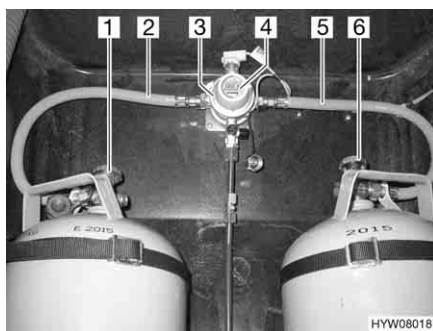
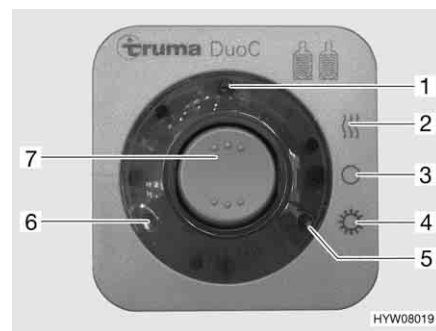

Fig. 110 Impianto di commutazione DuoControl
Fig. 111 Centralina di controllo
L'impianto di commutazione DuoControl è costituito da una valvola di commutazione (Fig. 110,3) e da una centralina di controllo (Fig. 111). La valvola di commutazione è installata tra i tubi del gas (Fig. 110,2 e 5). Con la manopola (Fig. 110,4) sulla valvola di commutazione è possibile stabilire, quale delle bombole del gas viene utilizzata come bombola in uso e quale bombola del gas viene utilizzata come bombola di riserva.
Sulla centralina di controllo (Fig. 111) possono venire azionate solo le funzioni elettriche. Le valvole principali di arresto delle bombole del gas (Fig. 110,1 e 6) devono essere aperti manualmente.
La valvola di commutazione garantisce una pressione del gas costante, indipendentemente da quale bombola provenga l'alimentazione del gas. Le due spie di controllo sulla centralina di controllo indicano il livello di riempimento della bombola in uso. Se è accesa la spia di controllo verde (Fig. 111,6), la bombola in uso è piena. Se è accesa la spia di controllo rossa (Fig. 111,5), la bombola in uso è vuota. Il rifornimento di gas avviene poi tramite la bombola di riserva.
- Aprire le valvole principali di arresto delle bombole del gas (Fig. 110,1 e 6).
- Con la manopola (Fig. 110,4) sulla valvola di commutazione (Fig. 110,3) selezionare la bombola del gas, da cui proviene la principale alimentazione del gas (bombola in uso).
- Sulla centralina di controllo (Fig. 111) attivare l'impianto di commutazione DuoControl.
Posizionare l'interruttore a bilico (Fig. 111,7) su funzionamento invernale "On e riscaldamento" (Fig. 111,2) oppure su funzionamento estivo "On" (Fig. 111,4). La valvola di commutazione è ora disareata. La spia di controllo gialla (Fig. 111,1) è accesa, se si seleziona la modalità di funzionamento invernale e l'impianto antighiaccio con regolatore è attivato.
- Portare l'interruttore a bilico (Fig. 111,7) in posizione "O" (Fig. 111,3). La spia gialla di controllo (Fig. 111,1) si spegne.
- Chiudere le valvole principali di arresto delle bombole del gas (Fig. 110,1 e 6).
Le spie di controllo sulla centralina di controllo (Fig. 111,5 e 6) segnalano all'interno del veicolo, se la bombola in uso è pronta al funzionamento.
Se la spia di controllo verde (Fig. 111,6) si spegne durante il funzionamento e la spia di controllo rossa (Fig. 111,5) si accende, significa che la bombola del gas selezionata come bombola in uso è vuota e deve essere sostituita. La bombola di riserva continua ad alimentare le utenze a gas.